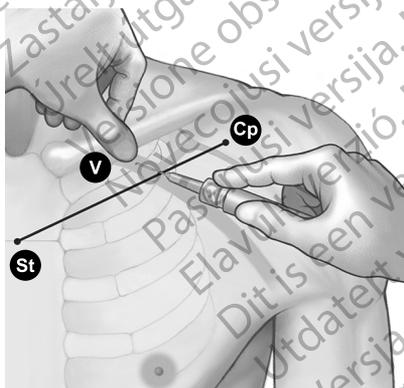

Figura 8. Localização do polegar e entrada da agulha
4. Pressione um polegar contra o indicador e projete 1–2 centímetros abaixo da clavícula para proteger o músculo subclávio da agulha (quando uma hipertrofia do músculo peitoral for aparente, o polegar deve projetar-se cerca de 2 centímetros abaixo da clavícula, uma vez que o músculo subclávio deve estar igualmente hipertrofiado) (Figura 8 Localização do polegar e entrada da agulha na página 23).